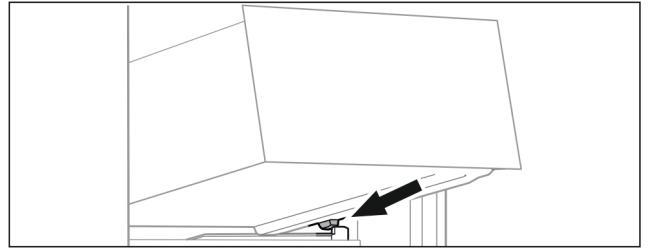

Fig. 67
- ▶ Așezați sertarul oblic în spatele opritoarelor pe nervura recipientului. (vezi Fig. 67)